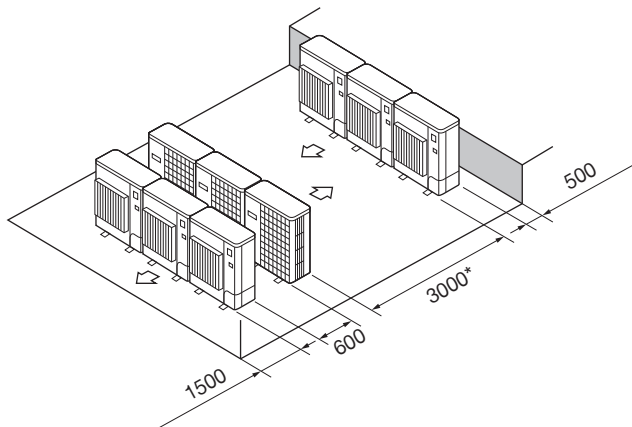

Fig. 2-17
- ⑥ การจัดวางเครื่องหลายแถวแบบขนาน (Fig. 2-17)